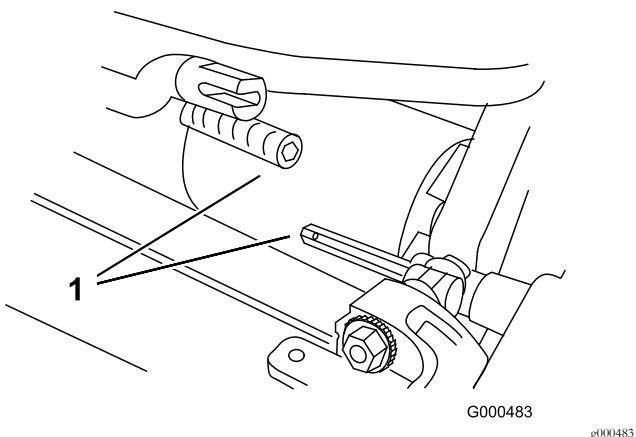

Figura 9
3. Empurre a unidade de corte para baixo da unidade de tração e para a esquerda para engatar a união da transmissão (Figura 9).